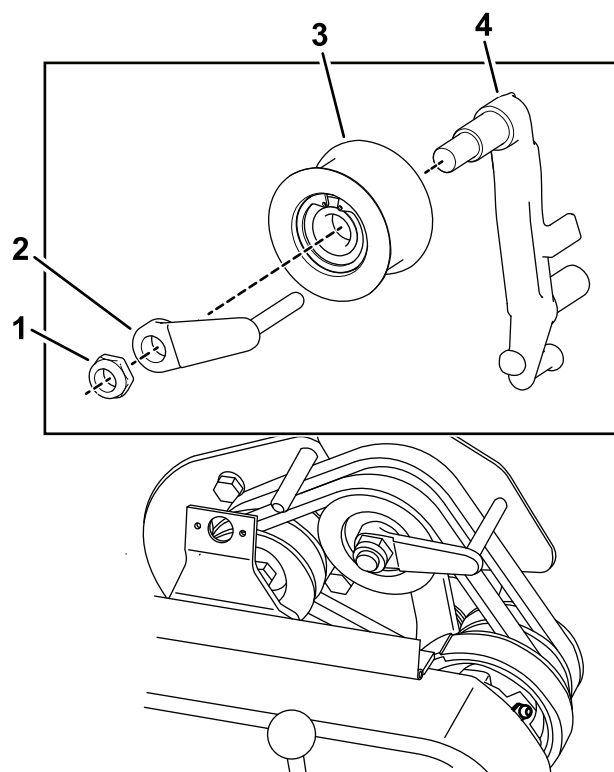

Figura 42
8. Para empujar o remolcar la máquina más fácilmente sin arrancar el motor, ajuste la guía de la correa (Figura 42, detalle) de la siguiente manera: